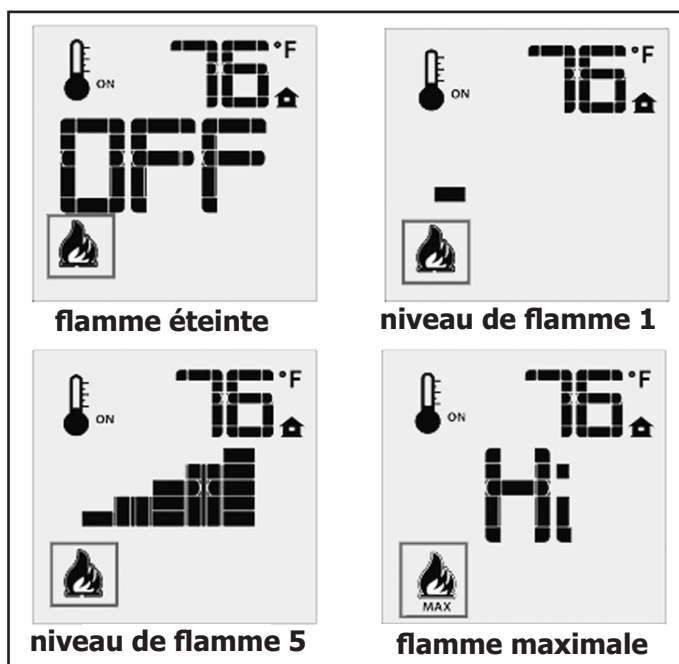

Figure 11: Niveaux de flamme de la télécommande.
Le système de commande à distance Proflame 2 a six (6) niveaux de flamme. Avec le système allumé et le niveau de flamme au maximum dans l'appareil, appuyer une fois sur la touche fléchée vers le bas réduira la hauteur de la flamme d'un cran jusqu'à ce que la flamme s'éteigne. La touche fléchée vers le haut augmentera la hauteur de la flamme chaque fois qu'elle est enfoncée. Si la touche fléchée vers le haut est enfoncée alors que le système est allumé mais que la flamme est éteinte, la flamme s'allumera en position haute (reportez-vous à la figure 11). Un seul «bip» confirmera la réception de la commande.